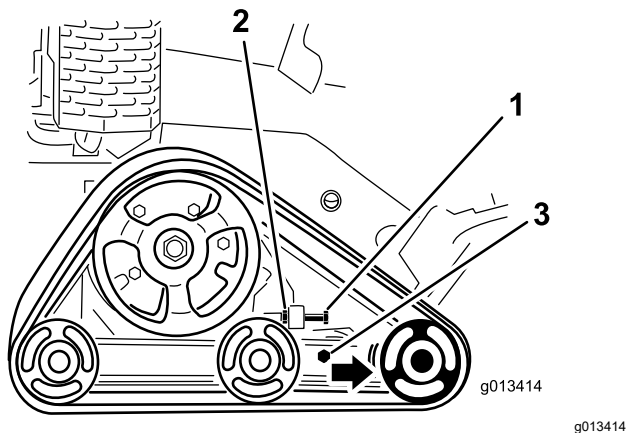

Figura 43
3. Allentate il controdado sul bullone di tensionamento dei cingoli e i bulloni del serrafilo sul braccio di tensione (Figura 43).
4. Serrate il bullone di tensionamento a un valore compreso tra 32,5 e 40 N·m per stringere il cingolo (Figura 43).
4. Allentate il bullone di tensione e il controdado (Figura 43).
5. Allentate i bulloni serrafilo (Figura 43).